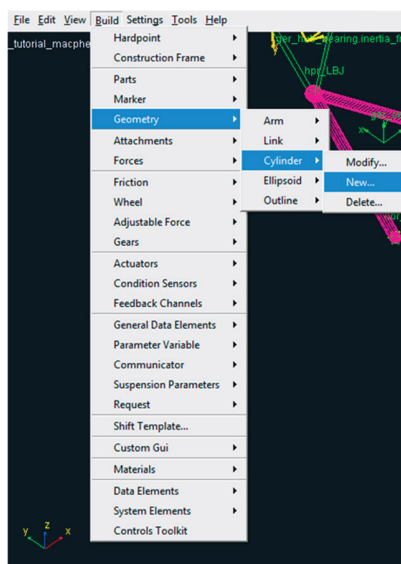

Figura 4.51 – Criação de uma geometria do tipo *Cylinder*.
- Para construção da geometria associada ao *General Part* “*hub\_bearing*” acesse o menu *Build Geometry* → *Cylinder* → *New* (Figura 4.51).